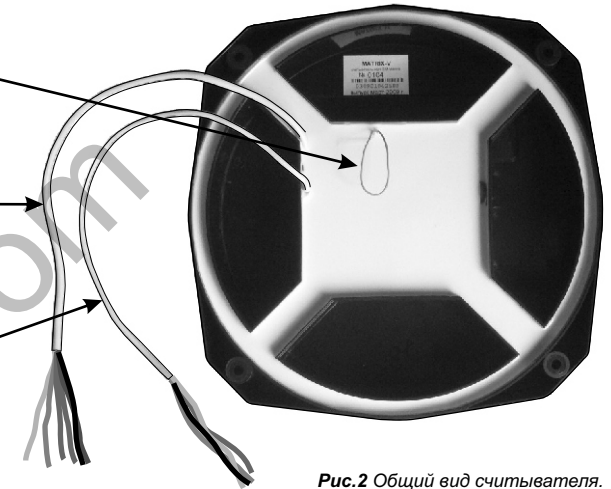

Рис.2 Общий вид считывателя.
- подсоедините провода в соответствии с рис.2, 3, 4, 5;